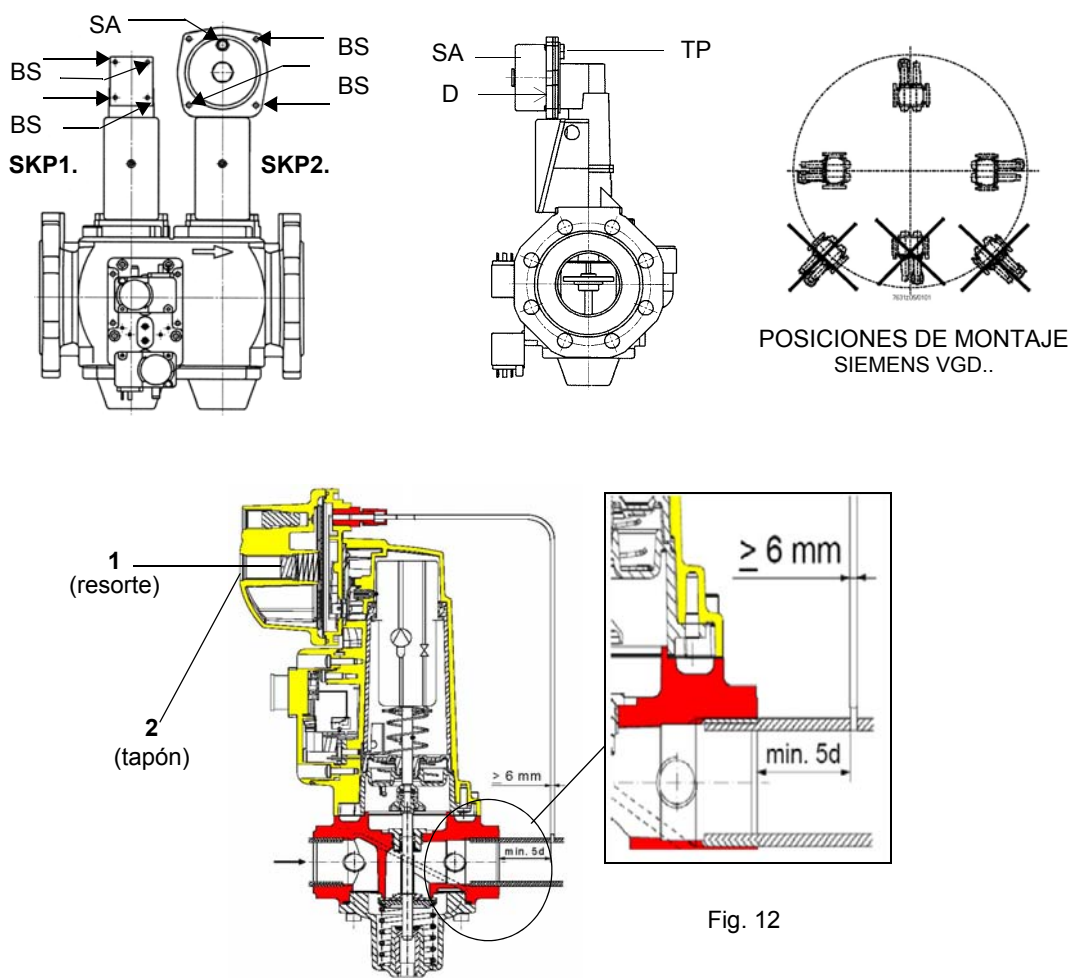

Fig. 12
**Nota:** el diafragma D del SKP2 tiene que ser vertical (vedi Fig. 12).